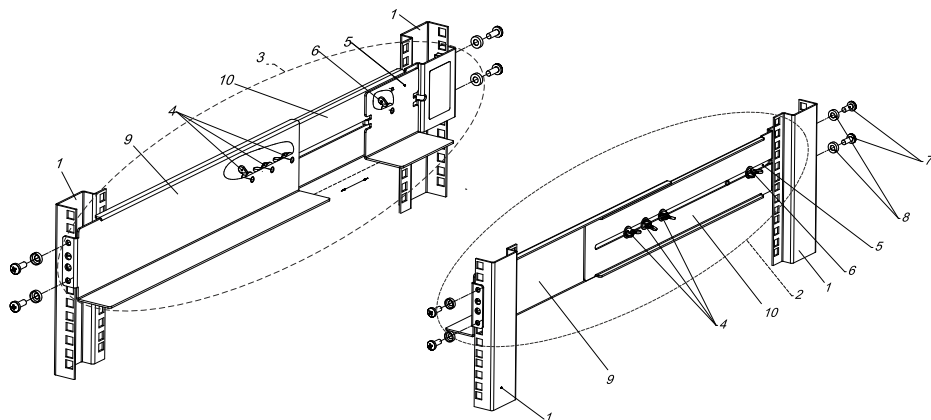

Рисунок 2 – Сборка стоек с кронштейнами
Конструктивно, монтажный комплект представляет собой два раздвижных направляющих кронштейна правого (рис.2 поз.2) и левого (рис.2 поз.3). Кронштейны изготовлены из углеродистой стали, имеют защитное, декоративное покрытие - краска порошковая.
Каждый раздвижной направляющий кронштейн состоит из направляющей (рис.2 поз.10), кронштейна подвижного (рис.2 поз.9), который имеет возможность продольного телескопического раздвижение (установка в шкаф глубиной до 800 мм). Телескопическое раздвижение осуществляется за счет скольжения верхних полочек направляющей и кронштейна подвижного между собой, а роль направляющих, фиксаторов и ограничителей выполняют запрессованные шпильки (рис.2 поз.4). В конструкции кронштейнов имеется вспомогательный кронштейн (рис.2 поз.5), обеспечивающий опорную фиксацию тыльной части устанавливаемого на кронштейны оборудования в зависимости от его глубины.
- Раскрутите на один-два оборота три барашковые гайки (рис.2 поз.4) на каждом из кронштейнов.
- Вложите кронштейн раздвижной правый (рис.2 поз.2) в правосторонние стойки, так чтобы крепежные полочки фронтальной и тыльной части кронштейнов выступали за габариты стоек.
- Придерживая раздвинутый кронштейн, совместите оси крепежных отверстий монтажной полочки фронтальной части кронштейна с осями ранее установленных закладных гаек, закрутите не до упора два винта (рис.2 поз.7), фиксируя фронтальную часть кронштейна к стойке (рис.2 поз.1).
- Повторите те же операции для кронштейна раздвижного левого (рис.2 поз.3).
- Закрутите до упора барашковые гайки (рис.2 поз.4).
В зависимости от глубины устанавливаемого оборудования, осуществите регулировку положения вспомогательных кронштейнов (рис.2 поз.5). Для этого, предварительно открутив на один-два оборота гайки барашковые (рис.2 поз.6) выставите на необходимое расстояние кронштейны и закрутите до упора барашковые гайки (рис.2 поз.6), фиксируя кронштейны в заданном положении.